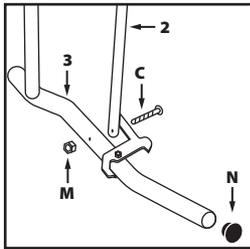

Fig. 4
- Selezionare i componenti etichettati come 2 e 3. Collegare il componente 2 al 3 utilizzando gli elementi di fissaggio C e M **(Fig. 4)**.